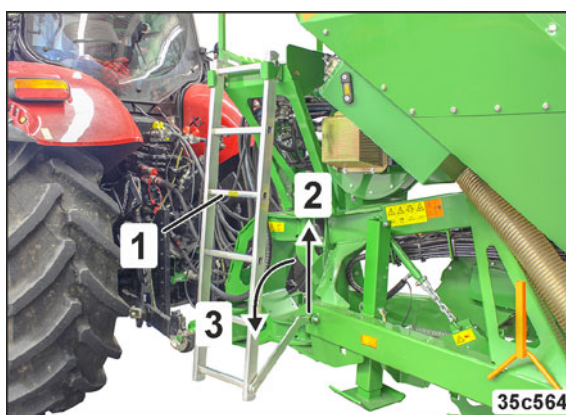

Рис. 243
5. Освободите лестницу (Рис. 243/1) из фиксатора (Рис. 243/2) и опустите до упора вниз (Рис. 243/3).